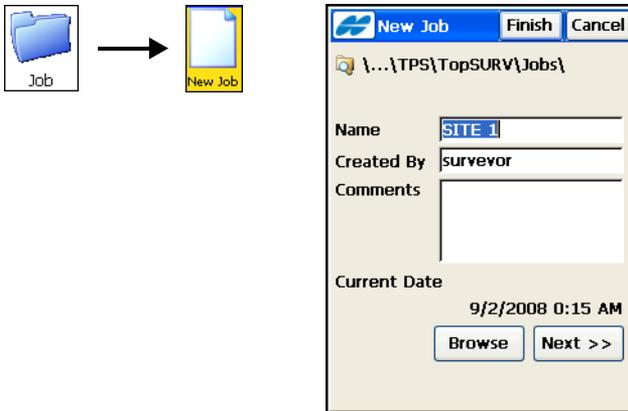

Abbildung 4-2. Neues Projekt
2. Um ein neues Projekt anzulegen, wählen Sie **Projekt ▶ Neues Projekt** oder tippen auf die Schaltfläche **Neu** im Fenster **Projekt öffnen** (beim Programmstart; siehe Abbildung 2-1 auf Seite 2-1). Das Fenster **Neues Projekt** erscheint (siehe Abbildung 4-2 auf Seite 4-2). Geben Sie den Projektnamen und die zugehörigen Daten ein (Anwender, Kommentare). Das Datum wird automatisch gesetzt. Tippen Sie auf **Weiter**, um das nächste Fenster zu öffnen. Sie können jederzeit auf die Schaltfläche **Ende** tippen, um das Anlegen des Projektes abzu-